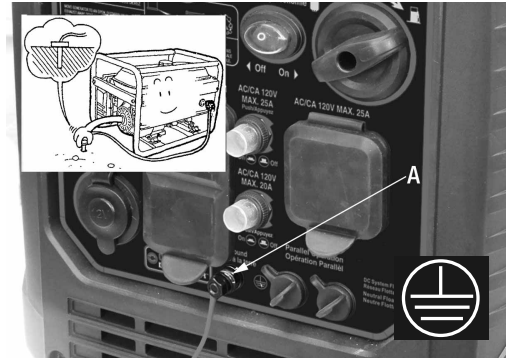

Figure 7
Cette génératrice doit être mise à la terre avant de la mettre en marche. La borne de mise à la terre (A) Fig.7 identifiée avec un symbole de la mise à la terre, se trouve sur le panneau de contrôle. Fixez un fil électrique à une tige en métal, plantez la tige dans le sol et branchez le fil électrique à la borne. Votre électricien devrait être en mesure de vous aider avec cette information. Voir Fig.7.